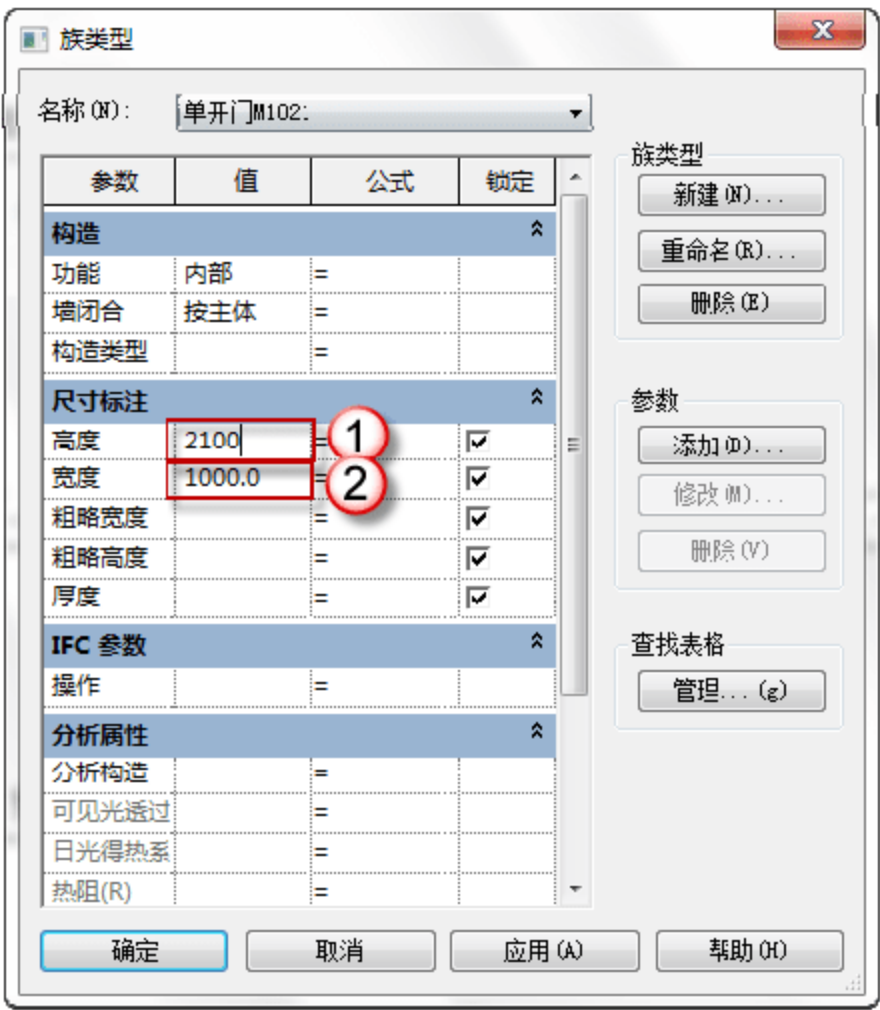

图 6.1.121 修改尺寸标注
(4) 修改门的尺寸标注。在不关闭已经打开的“单开门 M1021”族的族类型的情况下，选择屏幕操作区“尺寸标注”栏，在“高度”中输入“2100”字样，在“宽度”中输入“1000”字样，单击“确定”按钮，如图 6.1.121 所示。